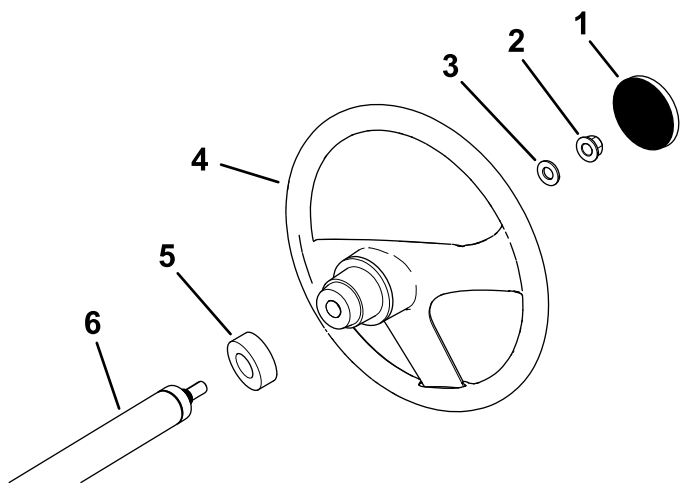

Figura 3
- Si la tapa está instalada, retírela del centro del volante (**Figura 3**).
- Retire la contratuerca (½") de la columna de dirección (**Figura 3**).
- Coloque el volante, el protector de polvo y la arandela (½") sobre la columna de dirección (**Figura 3**).
- Instale la tapa en el volante (**Figura 3**).